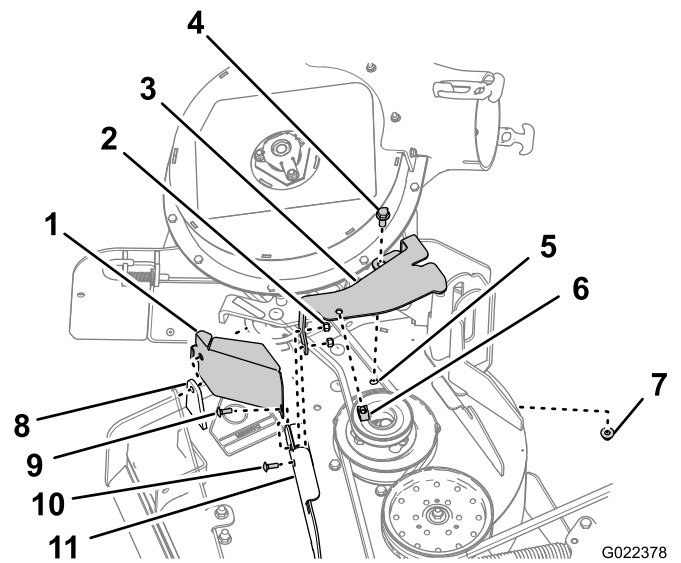

Figure 6
1. Alignez les trous du carter de poulie CE sur le trou ménagé dans le support de déflecteur avant et sur le trou extérieur sur l'avant du flasque de plateau (Figure 6).
2. Alignez le support de carter de courroie CE sur les trous situés à l'arrière du flasque avant de plateau (Figure 6)
3. Sécurisez le carter de poulie CE et le support de carter de courroie contre le flasque avant du plateau au niveau du trou extérieur ; utilisez le boulon de carrosserie (1/4 x 1 po, kit CE) et l'écrou de blocage (1/4 po, kit ventilateur) que vous aviez enlevés à l'étape 1 de Retrait du support de carter de courroie (page 3) ; reportez-vous à la Figure 6.
4. Sécurisez le support de carter de courroie contre le flasque avant du plateau au niveau du trou intérieur ; utilisez un boulon de carrosserie (1/4 x 3/4 po, kit ventilateur) et l'écrou de blocage (1/4 pouce, kit ventilateur) que vous aviez retiré à l'étape 1 de Retrait du support de carter de courroie (page 3); reportez-vous à la Figure 6.
5. Alignez le trou dans le flasque arrière du support de carter de courroie CE sur le trou ménagé dans le plateau dont vous aviez retiré le support de carter de courroie OEM à l'étape 1 de Retrait du support de montage de carter (page 3) ; reportez-vous à la Figure 6.
support de montage de carter (page 3) ; reportez-vous à la Figure 6.
- Alignez l'écrou à clip sur le trou au sommet du support de courroie CE puis poussez l'écrou à clip sur le support (Figure 6).